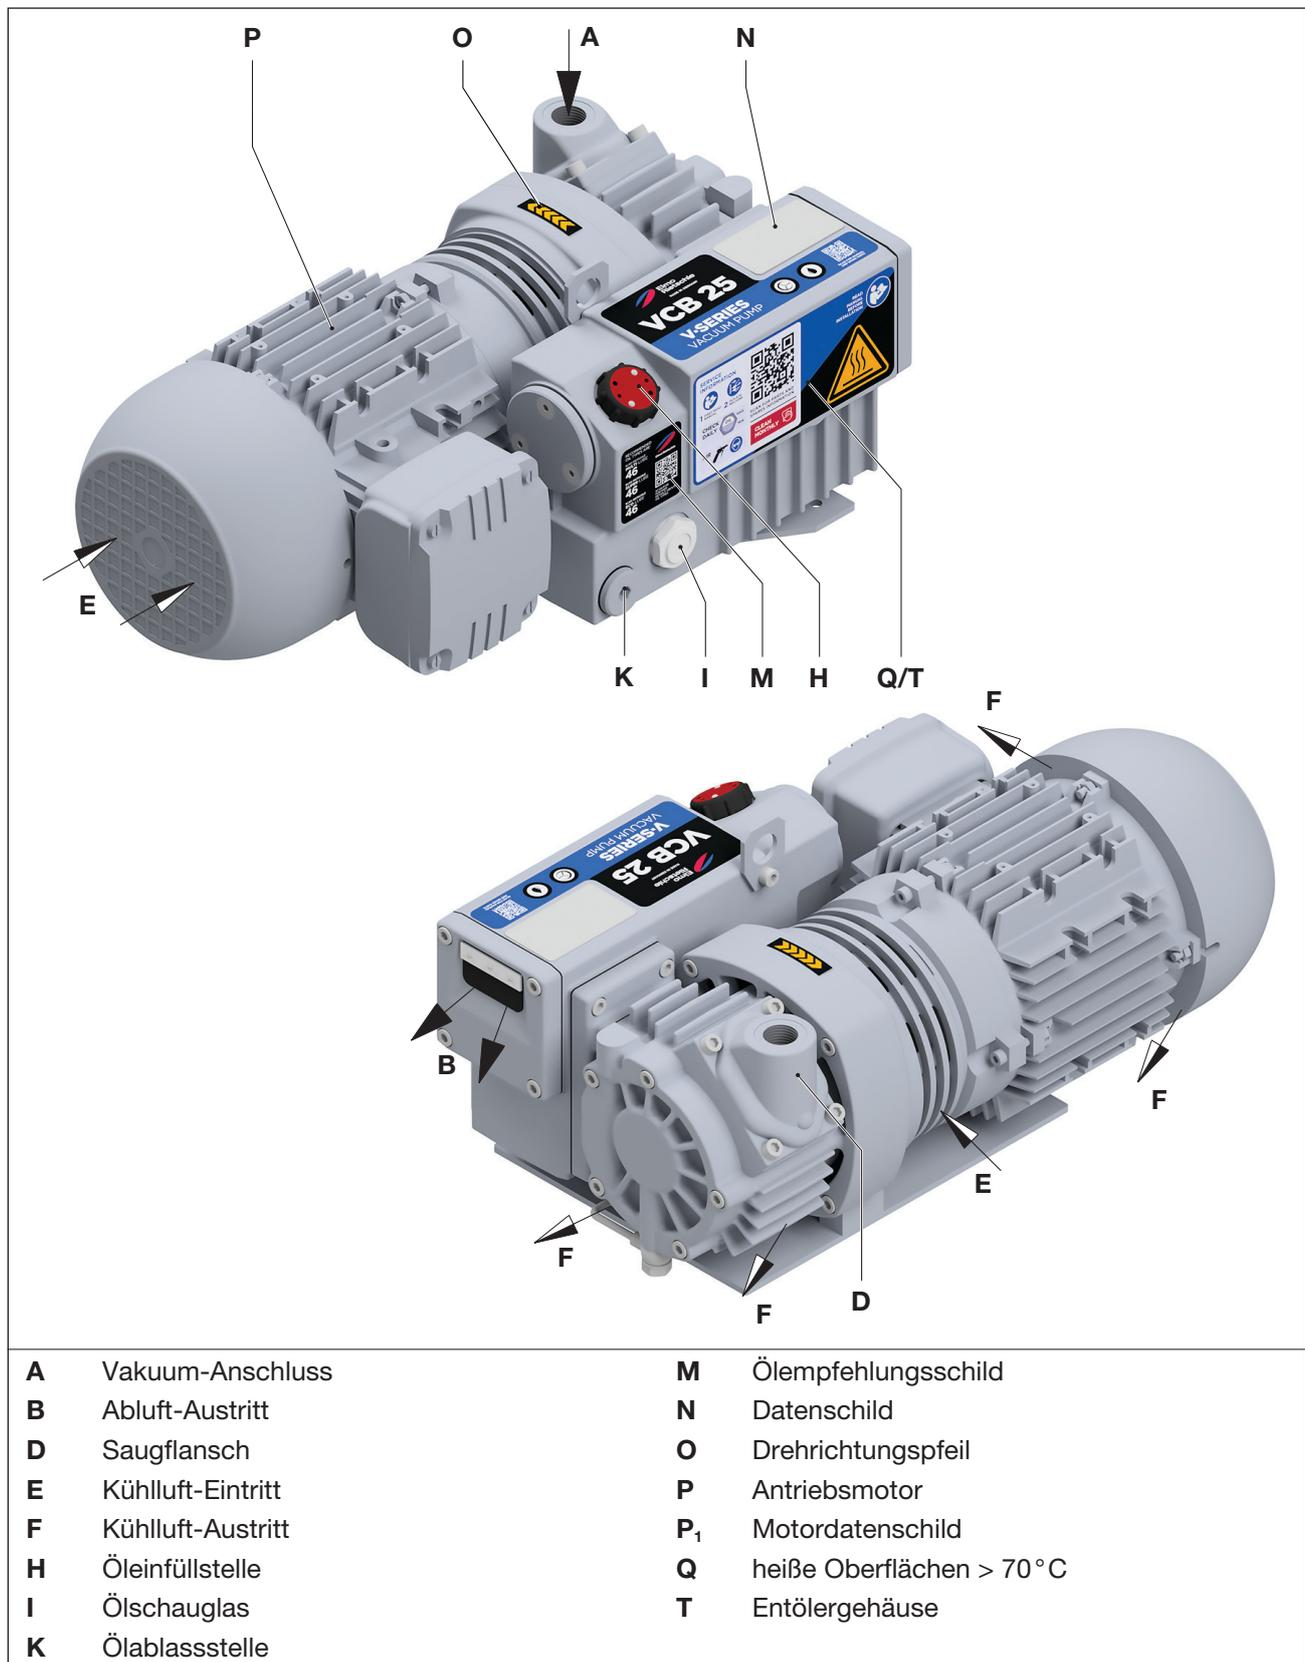

Abb. 2 Vakuumpumpe V-VCB
- Saugflansch (Abb. 2/D), Öleinfüllstelle (Abb. 2/H), Ölschauglas (Abb. 2/I), Ölablass (Abb. 2/K) und Entölergehäuse (Abb. 2/T) müssen leicht zugänglich sein.
Der Vakuumananschluss (Abb. 2/A) befindet sich auf dem Saugflansch (Abb. 2/D). Die abgesaugte Luft wird durch den Abluftaustritt (Abb. 2/B) frei ausgeblasen.
- Blindstopfen an Sauganschluss (Abb. 2/A) und Abluftaustritt (Abb. 2/B) entfernen.
- Rohrleitung an Vakuumananschluss (Abb. 2/A) anschließen.
- Die abgesaugte Luft kann durch den Abluftaustritt (Abb. 2/B) ausgeblasen oder mittels Schlauch- bzw. Rohrleitung weggeführt werden.
- Schmierölstand am Ölschauglas (Abb. 2/I) kontrollieren und gegebenenfalls auffüllen. Siehe Kapitel 7.6 „Schmieröl“, Seite 26
Die elektrischen Motordaten sind auf dem Datenschild (Abb. 2/N) bzw. dem Motordatenschild angegeben. Die Motoren entsprechen DIN EN 60034 und sind in Schutzart IP 55 und Isolationsklasse F ausgeführt. Das entsprechende Anschlussschema befindet sich im Klemmenkasten des Motors (entfällt bei Ausführung mit Stecker-Anschluss).